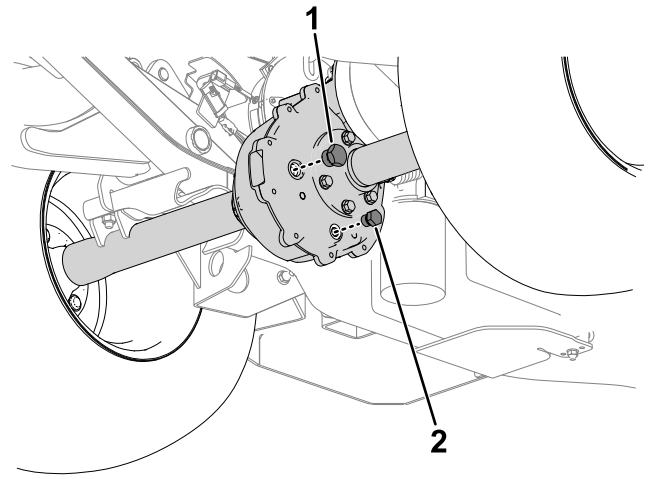

Figura 52
2. Retire el tapón de llenado (Figura 52).
3. Retire el tapón de vaciado (Figura 52) y deje que el fluido se drene completamente.